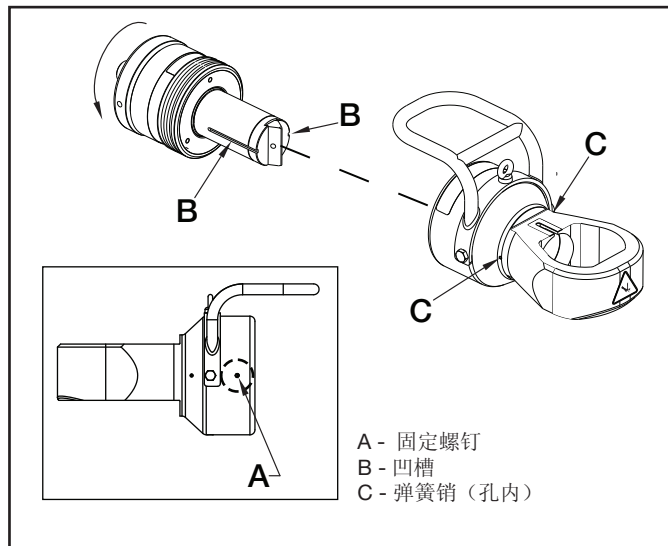

图 3，组装气缸与切割头
2. 拧松位于切割头筒体上的塑料固定螺钉（图 3，A 项）。
3. 将气缸插入切割头中，将刀片夹持器中的轴向槽（图 3，B 项）对准切割头孔中的弹簧销（图 3，C 项）。对准后，沿所示方向旋转气缸，以与螺纹啮合。
3. 如果位于切割头筒体上的塑料固定螺钉已拧紧, 请将其拧松。请参阅图 3 的 A 项。
3. 如果位于切割头筒体部分中的塑料固定螺钉已拧紧, 请将其拧松。请参阅图 3 的 A 项。